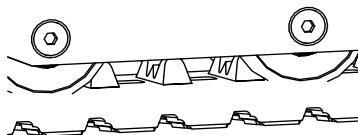

Fig. 165
5. Tourner l'accouplement coulissant (Fig.165/1) de 180° dans le sens des aiguilles d'une montre jusqu'à ce que le graisseur (Fig.165/2) soit à l'extérieur.
6. À l'aide d'une pompe à graisse, injecter de la graisse sur le graisseur (Fig.165/2) jusqu'à ce que la chaîne soit tendue.